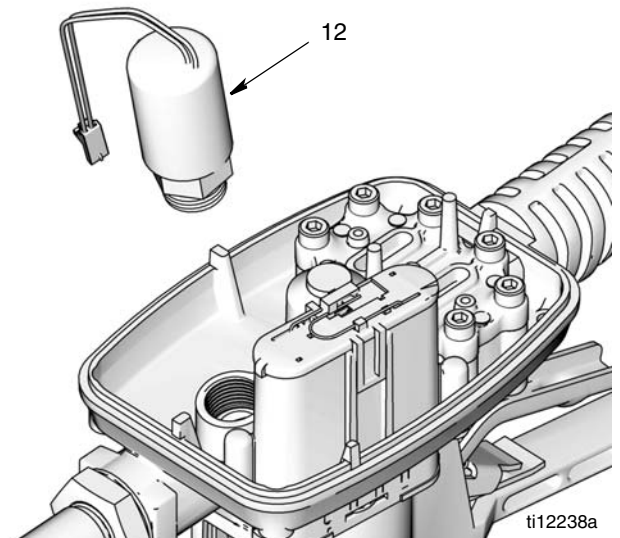

FIG. 37
- Dévissez l'électrovanne (12) et retirez-la du boîtier du compteur (FIG. 37). Si nécessaire, une pince peut être utilisée pour desserrer l'électrovanne.